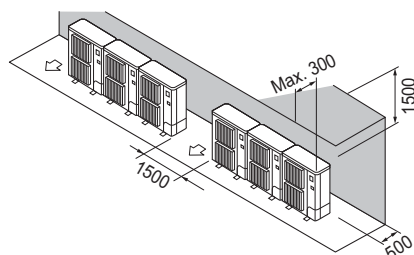

Fig. 3-12
- ② Obstacles uniquement à l'arrière et au-dessus (Fig. 3-12)